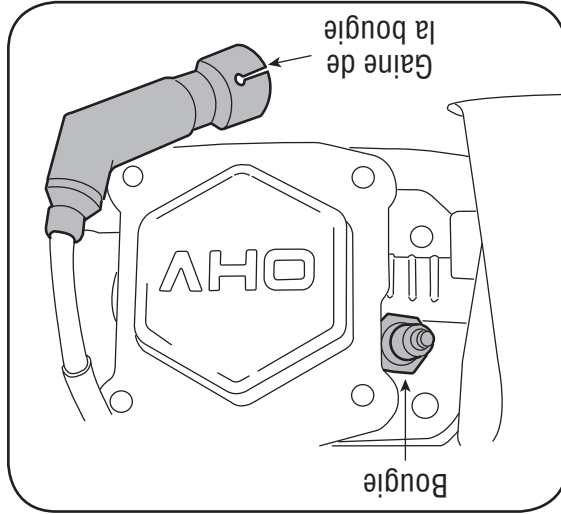

Figure 10-3: Bougie et gaine
1. Dégagez la gaine de la bougie et utilisez une clé à bougie pour la démonter. Voir la Figure 10-3.